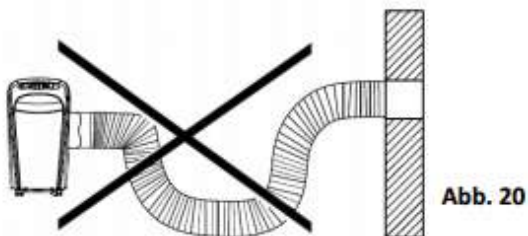

Abb. 20
**ÜBERDEHNEN SIE DEN SCHLAUCH NICHT (SIEHE ABB. 20)**